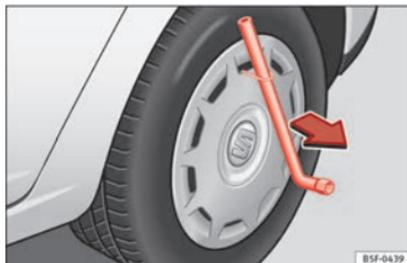

Abb. 182 Die Radvollblende vom Rad abnehmen.
- Nehmen Sie die Radvollblende mit dem Drahhaken ab »» **Abb. 182.**